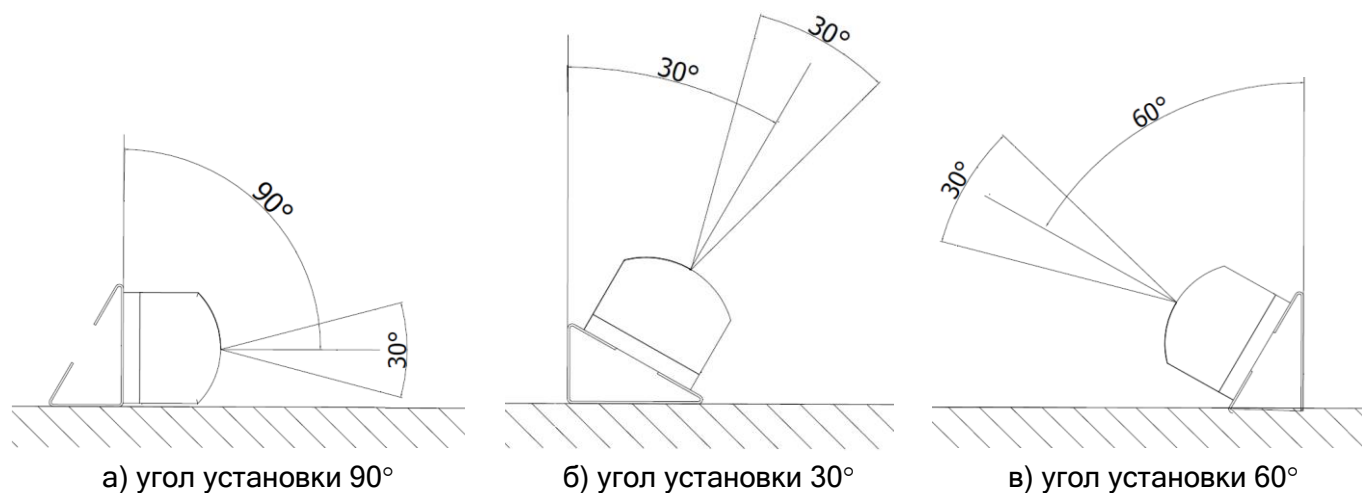

Рисунок 2 - Варианты установки извещателя непосредственно на кронштейне
- а) выполнить разметку места установки кронштейна на выбранной поверхности (стене, колонне и т.д.) в соответствии с вариантом установки (см. рисунок 2);